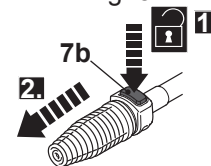

Fig. 6
1. Presione el botón de liberación (7b) (Fig. 6, paso 1) y retire la boquilla (paso 2).